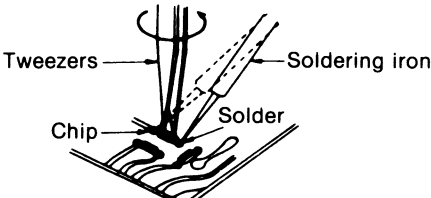

Fig. 1
Meßgerät: * Röhrenvoltmeter * NF-Generator * Abschwächer * Widerstand (600Ω) * Testband (Leerband) - QZZCRA für Normal - QZZCRX für CrO₂ - QZZCRZ für Metal	- Den Abschwächer so einstellen, daß der Eingangspegel (-20dB) des Stand-Aufnahmepegels beträge (Standard-Aufnahmepegel = Anzeige "0" des Pegel-Meters). - Zu diesem Zeitpunkt beträgt der Ausgangspegel 0,07V. - Den Monitor-Wahlschalter in die "tape"-Position stellen. - Die Aufnahme-und Wiedergabetaste drücken. - Tongenerator auf 1kHz, 40Hz, 200Hz, 4kHz, 8kHz und 14kHz und Ausgangspegel an LINE OUT ablesen. - Überprüfen, ob der Pegel jeder Frequenz in bezug auf 1kHz innerhalb der in Fig. 18 gezeigten Angabe liegt. Justierung A: Wenn die kurve den vorgeschriebenen Gesamt-frequenzgangbereich (Fig. 18) überschreitet, wie in Fig. 19 gezeigt.: - Den Vormagnetisierungsstrom durch Drehen von VR 201 (linker Kanal) und VR 202 (rechter Kanal) erhöhen. (S. Fig. 1) - Die Schritte 8 und 10 zur überprüfung wiederholen. (Wenn die Kurve dabei innerhalb des vorgeschriebenen Bereichs liegt (Fig. 18) mit den Schritten 11, 12 und 13 weiterfahren. - Wenn die Kurve den vorgeschriebene Bereich (Fig. 18) noch immer überschreitet, den Vormagnetisierungsstrom weiter erhöhen, und die Schritte 8 und 10 wiederholen. Justierung B: Wenn die Kurve unter den vorgeschriebenen Bereich für den Gesamtfrequenzgang (Fig. 18) absinkt, wie in Fig. 20 gezeigt: - Den Vormagnetisierungsstrom durch Drehen von VR201 (linker Kanal) und VR202 (rechter Kanal) reduzieren. - Die Schritte 8 und 10 zur Überprüfung wiederholen. (Falls die Kurve dabei innerhalb des vorgeschriebenen Bereichs in Fig. 18 liegt, mit den Schritten 11, 12 und 13 weiterfahren.) - Falls die kurve noch immer unter den vorgeschriebenen Bereich (Fig. 18) absinkt, den Vormagnetisierungsstrom weiter reduzieren, und Schritte 8 und 10 wiederholen. - Gerät auf Betriebsart „CrO₂ band“ schalten. - Testband QZZCRX einlegen, und Signale von 50Hz, 100Hz, 200Hz, 500Hz, 1kHz, 4kHz, 8kHz, 10kHz und 16 kHz aufzeichnen. Anschließend die Signale wiedergeben und prüfen, ob die Kurve innerhalb des Bereichs im Gesamtfrequenzgangdiagramm für CrO₂-band liegt. (Fig. 21). - Gerät auf Betriebsart „Metalband“ schalten. Test-band QZZCRZ einlegen und Signale von 50Hz, 100Hz, 200Hz, 500Hz, 1kHz, 4kHz, 8kHz, 10kHz und 16kHz aufnehmen. Anschließend die Signale wiedergeben und prüfen, ob die Kurve innerhalb des Bereichs im Gesamtfrequenzgangdiagramm für Metalband liegt. (Fig. 21). - Überprüfen, daß die Vormagnetisierungsströme ungefähr den folgenden Werten entsprechen, wenn der Betriebsart in die entsprechende Position gestellt ist. * Spannung vom Röhrenvoltmeter ablesen und Vormagnetisierungs-strom nach folgender Formel berechnen: $\text{Vormagnetisierungsstrom (A)} = \frac{\text{Spannung am Röhrenvoltmeter (V)}}{10 (\Omega)}$ NORMALWERT: Ungefähr 0.7mA (Normal position) Ungefähr 1.0mA (CrO₂ position) Ungefähr 1.6mA (Metal position) : Gemessen an TP9 (L-CH) und TP8 (R-CH) Einstellung bei hohen Frequenzbereichen mit der Entzerrspule zur Aufnahmeentzerung Verläuft der Frequenzgang bei mittleren Frequenzen flach und zeigt bei höheren Frequenzen einen scharfen Anstieg oder Abfall entsprechend Fig. 22 und Fig. 23, sind die folgenden Korrekturspulen zu erhöhen. L 103 (linker Kanal), L 104 (rechter Kanal)
- 2. While the soldering iron is attached to both ends of the chip, as shown in fig. 1, remove the chip by turning with tweezers.